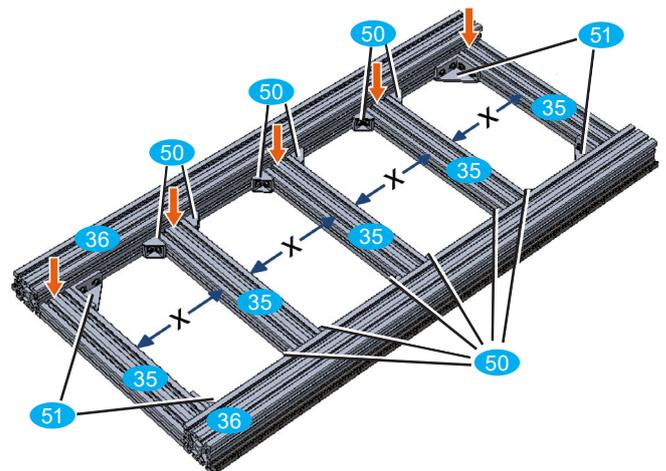

Bild 11: Luftspalte zum Ausrichten lassen (rote Pfeile)
- Alu-Profile 35/36 wie in Bild 11 dargestellt auf ebener Arbeitsfläche auslegen und mit Winkeln 50/51, Hammerschrauben I und Flanschmutter R locker zusammenschrauben.